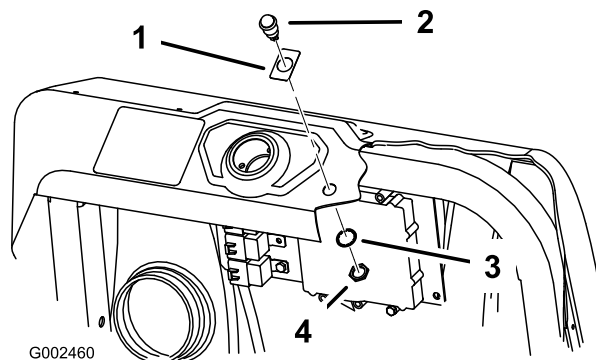
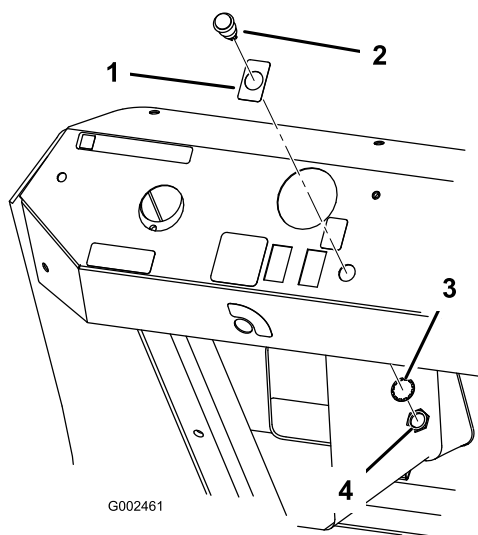

図 12
図 13
- ダッシュボードのランプ取り付け穴の位置にデカル 94-8582 を取り付ける (マルチプロ 1200 と 1250 には 図 12、マルチプロ 5600 と 5700 には 図 13)。
3. ダッシュボードにランプを挿入し、ワッシャとナットで固定する（図 12 または図 13）。